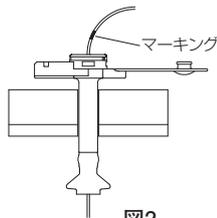

図2
2. 留置されているボタンのキャップを開け、ガイドワイヤをマーキングの手前まで挿入する。(図2)